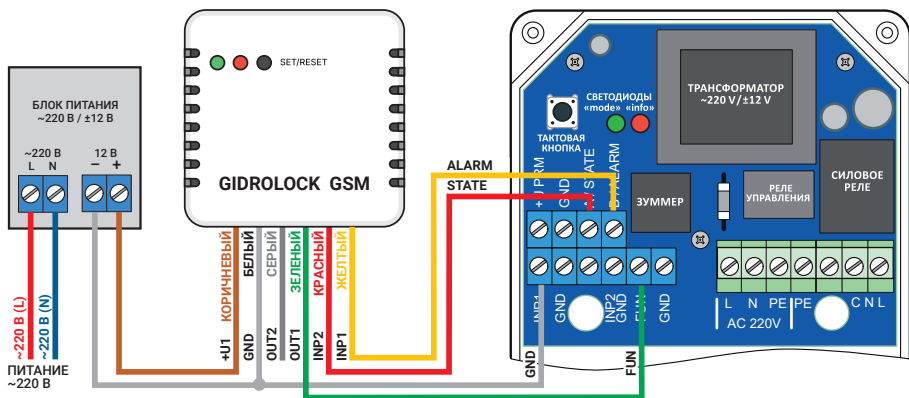

Рис. 5. Схема подключения GSM-модема GIDROLOCK с внешним блоком питания (пример подключения).
5.7 К блоку управления можно подключить **GSM-модем GIDROLOCK**. Схема подключения приведена на рис.5. Для питания **GSM-модема GIDROLOCK** потребуется внешний отдельный блок питания 220В/9...15В (1,0А). Клеммы **ALARM** – **INP1** используется для SMS оповещения об аварийной ситуации (протечка воды). Клеммы **STATE** – **INP2** используется для SMS оповещения о состоянии шаровых электроприводов. Клеммы **FUN** – **OUT1** используется для управления состоянием шаровых электроприводов путем пересылки SMS-сообщения на **GSM-модем GIDROLOCK** с телефона пользователя.